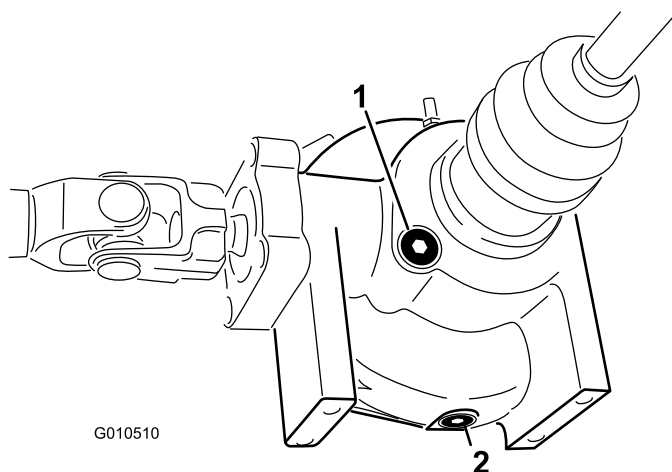

Figura 50
2. Limpe a área em torno do bujão de dreno na parte lateral do diferencial (Figura 50). Coloque um recipiente de escoamento debaixo do tampão de escoamento.